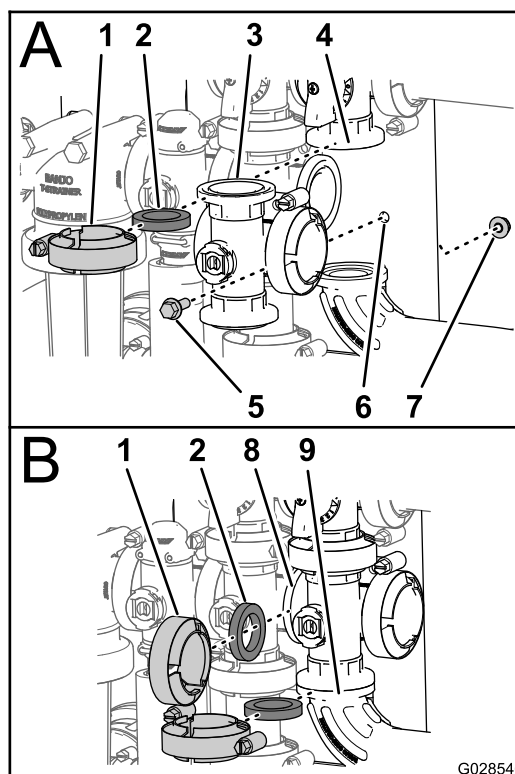

Figura 103
1. Alinee la brida del distribuidor de la válvula maestra de los brazos, una junta y la brida de la válvula maestra de desvío de los brazos (Figura 103, A).
2. Monte el distribuidor de la válvula maestra de los brazos, la junta y la válvula maestra de desvío de los brazos con un abrazadera y apriete a mano (Figura 103, A).
3. Alinee la brida del distribuidor de la válvula maestra de los brazos, una junta y el distribuidor de la válvula de agitación (Figura 103, B).
4. Monte el distribuidor de la válvula maestra de los brazos, la junta y el distribuidor de la válvula de agitación con una abrazadera y apriete a mano (Figura 103, B).
5. Alinee la brida del distribuidor de la válvula maestra de los brazos, una junta, y el codo con brida de 90° (en el extremo de la manguera del caudalímetro; consulte Figura 103, B).
6. Monte el distribuidor de la válvula maestra de los brazos, la junta y el codo con brida de 90° con una abrazadera y apriete a mano (Figura 103, B).